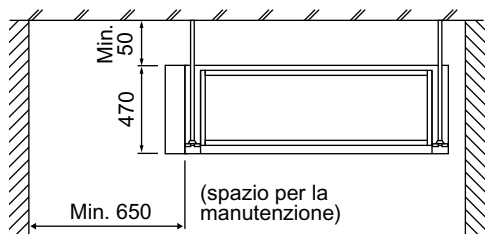

Fig. 1 (lunghezza: mm)
- Dove sia assicurato uno spazio sufficiente per le riparazioni e la manutenzione. **(Fare riferimento alla Fig. 1)**